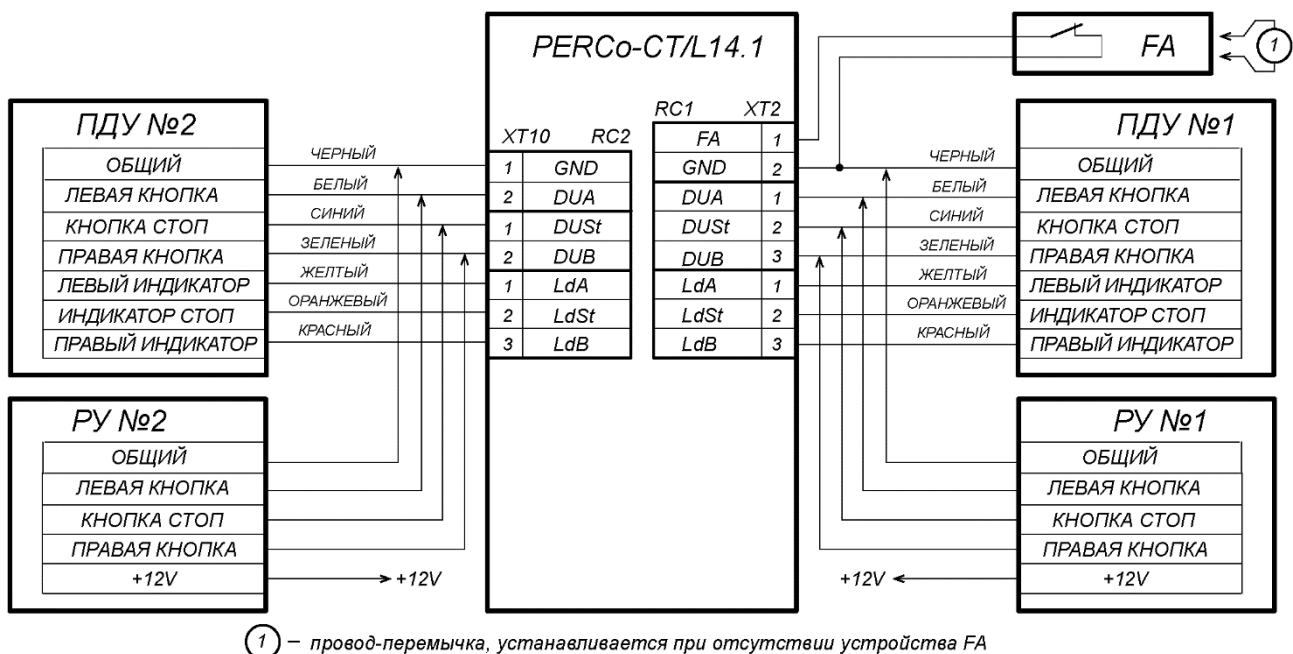

Рисунок 12. Схема подключения ПДУ или устройства РУ для вариантов конфигурации «Контроллер для управления турникетом» и «Контроллер АТП»
4. ПДУ №1 (или устройство РУ) подключается к клеммной колодке **XT2** нижней платы контроллера согласно схеме, представленной на рис. 12. ПДУ №2 (или устройство РУ) подключается к клеммной колодке **XT10** нижней платы контроллера согласно схеме, представленной на рис. 12.
Подключение ПДУ1 осуществляется к контактам клеммной колодки **XT2**, подключение ПДУ2 осуществляется к контактам клеммной колодки **XT10** (см. рис. 12).